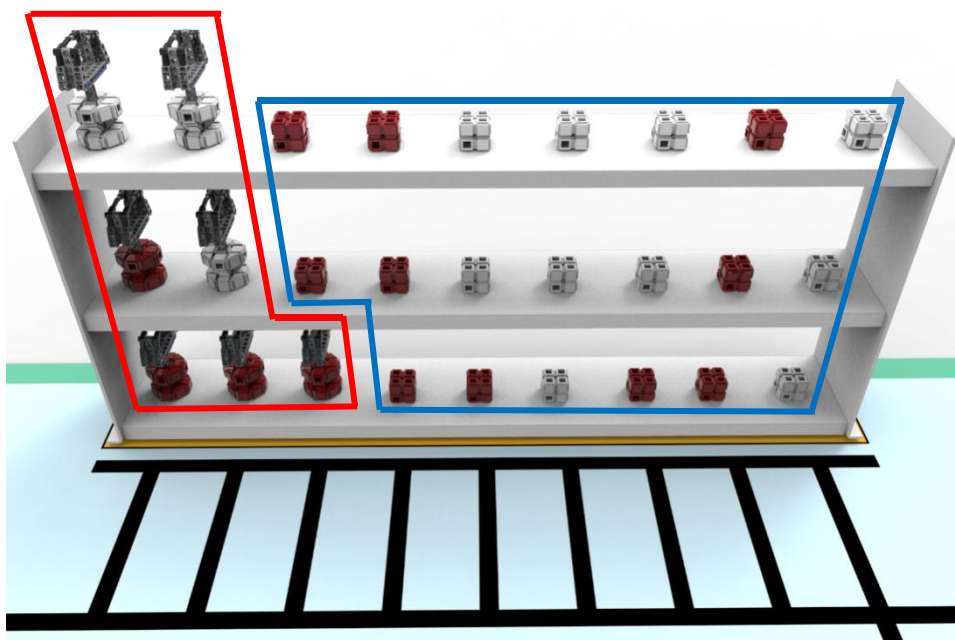

图 12 材料放置方式
4.6.1 材料分为物块和挂件，放置在材料货架上，如图 12 所示。